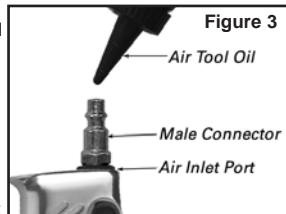
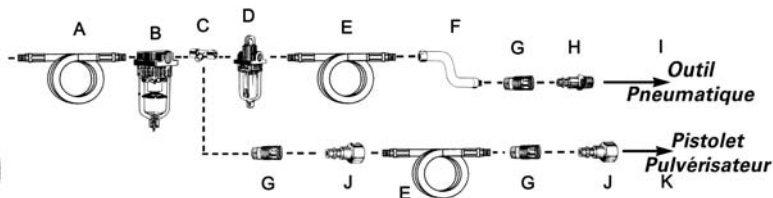

Figure 3
Figure 1
To maintain the maximum performance of the air tool, it must be lubricated each time it is used. Dust, dirt, rust and oil residue will build up inside the tool and reduce the performance. An in-line oiler is recommended for proper automatic tool lubrication (see Figure 1). If an in-line oiler is not available, the tool can be lubricated manually through the inlet port (see Figure 3).
- Branchez l'outil au raccord rapide du tuyau d'air. **REMARQUE : Il est recommandé d'utiliser un tube flexible à raccorder à pivot (P012-0079SP - non inclus) afin d'empêcher que le tuyau d'air ne s'entortille ou ne se plie et de prévenir son usure excessive (voir la Figure 1 pour les connexions recommandées).**
Pour conserver le rendement optimal du moteur pneumatique, il faut le lubrifier à chaque utilisation. Des résidus de poussière, de saleté et d'huile se logeront à l'intérieur de l'outil et en réduiront le rendement. Un huilier sur canalisation est recommandé pour lubrifier automatiquement l'outil de façon adéquate (voir Figure 1). Si ce dispositif n'est pas disponible, il est possible de lubrifier l'outil manuellement par l'orifice d'admission (voir Figure 3).